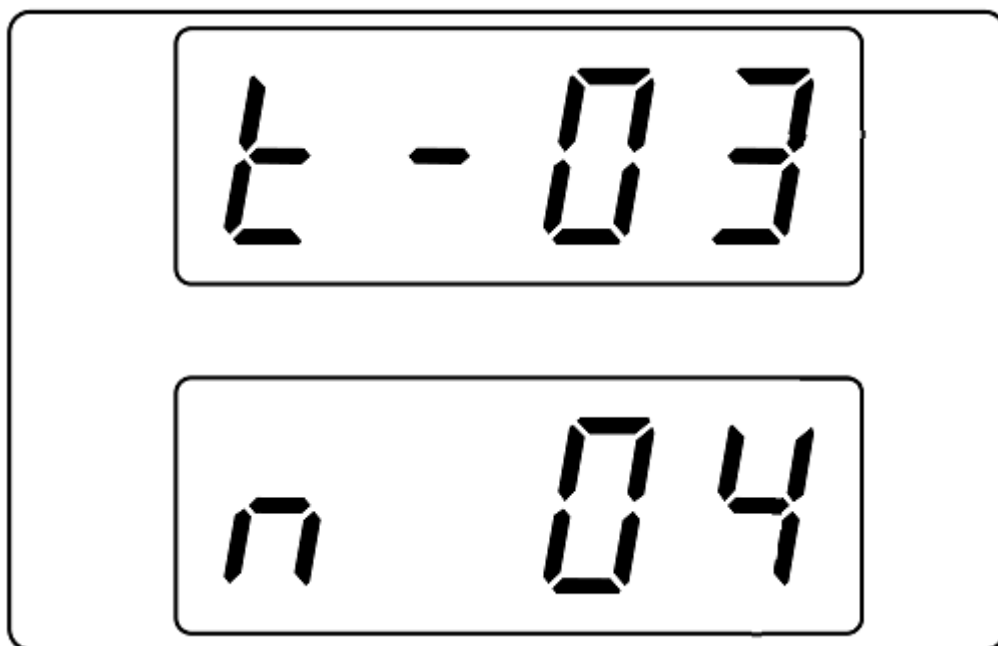

图 3-5-3
**操作步骤:** 先旋动 **Current** 旋钮选择要删除的测试文件 (1~10), 后旋动 **Voltage** 旋钮选择到 3, 最后按下 **Voltage** 旋钮确认删除。例: 删除 4 号文件成功后, 会显示 (n 04) 如图 3-5-3。